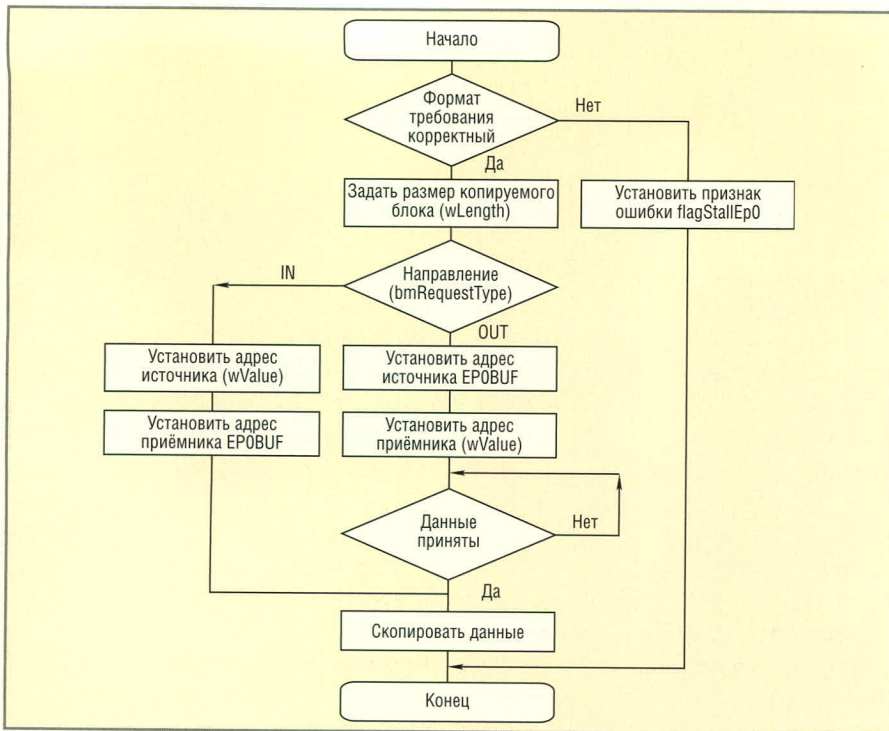

Рис. 2. Алгоритм обработки дополнительного требования LOAD\_DATA
На рис. 2 представлен алгоритм обработки требования LOAD\_DATA. Рассмотрим его подробнее.
*Файл ep0vr.asm:* по алгоритму, представленному на рис. 2, напомним об обработчике vrLoadData.